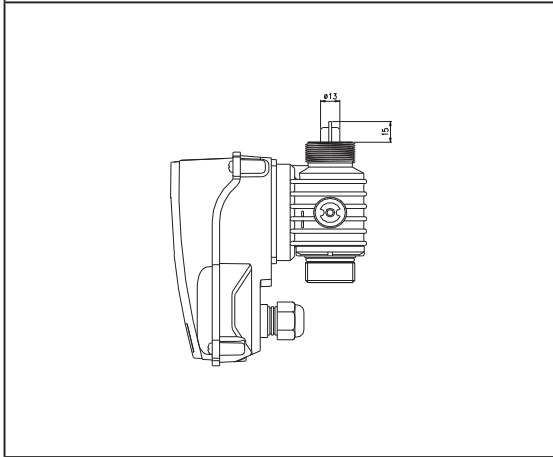

Fig. 5
**Внимание!** Для того, чтобы обеспечить свободный ход обратного клапана при монтаже учитывайте размеры указанные на рис. 5